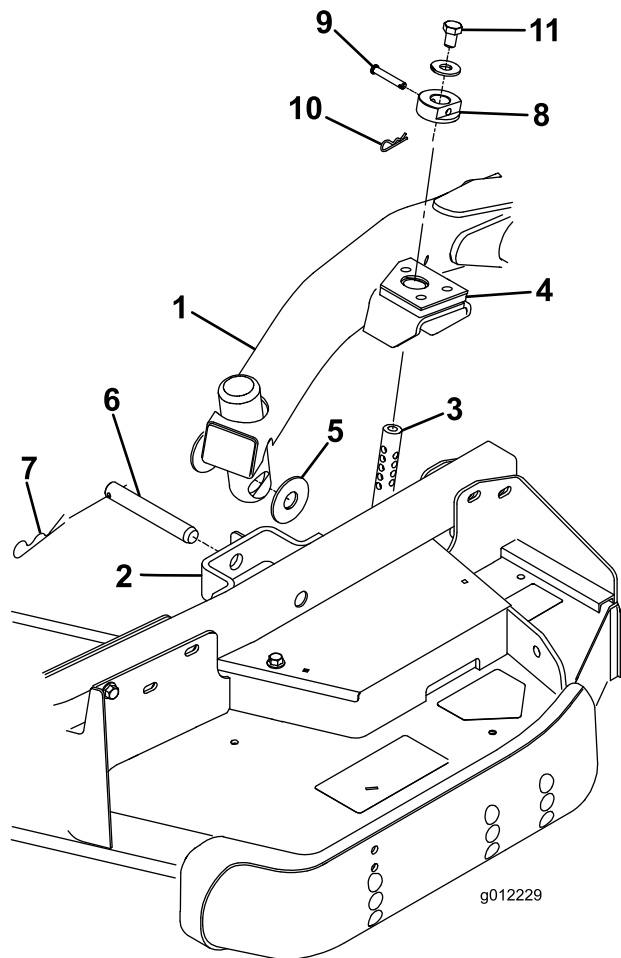

Figure 4
2. Placez le levier de relevage en position de flottement. Poussez un bras de relevage vers le bas jusqu'à ce que ses trous soient alignés sur ceux du support du bras pivotant. Il est alors possible d'introduire la tige de réglage de hauteur de coupe dans les patins du bras de levage (Figure 4).
3. Fixez le bras de relevage au bras pivotant avec 2 rondelles de butée, un axe de chape et une goupille fendue. Placez les rondelles de butée entre le bras de relevage et le support de bras pivotant (Figure 4). Insérez l'extrémité de la goupille fendue dans la fente de la patte du bras pivotant pour retenir la goupille fendue.
7. Montez les bagues de hauteur de coupe sur les tiges de réglage de hauteur de coupe et fixez-les avec les axes de chape et les goupilles fendues (Figure 4). Dirigez la tête de l'axe de chape vers l'avant du plateau si possible.
8. Montez un boulon (1/2 x 3/4") et une rondelle sur le haut de chaque tige de hauteur de coupe (Figure 4).